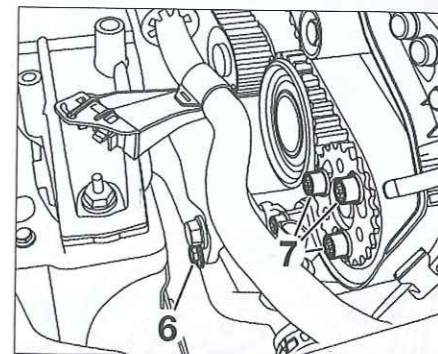

Fig. 8
- Aflojar el tornillo de fijación del manguito de líquido de refrigeración (6), y los tornillos de fijación del piñón de la bomba de alta presión (7) (Fig.8).